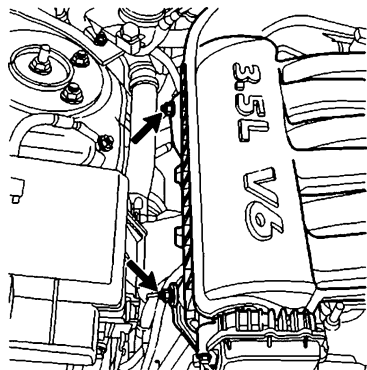

图 16-31 安装支架
- 21) 如图 16-31 所示, 安装支架, 把支架固定螺栓紧固至 $12\text{N} \cdot \text{m}$